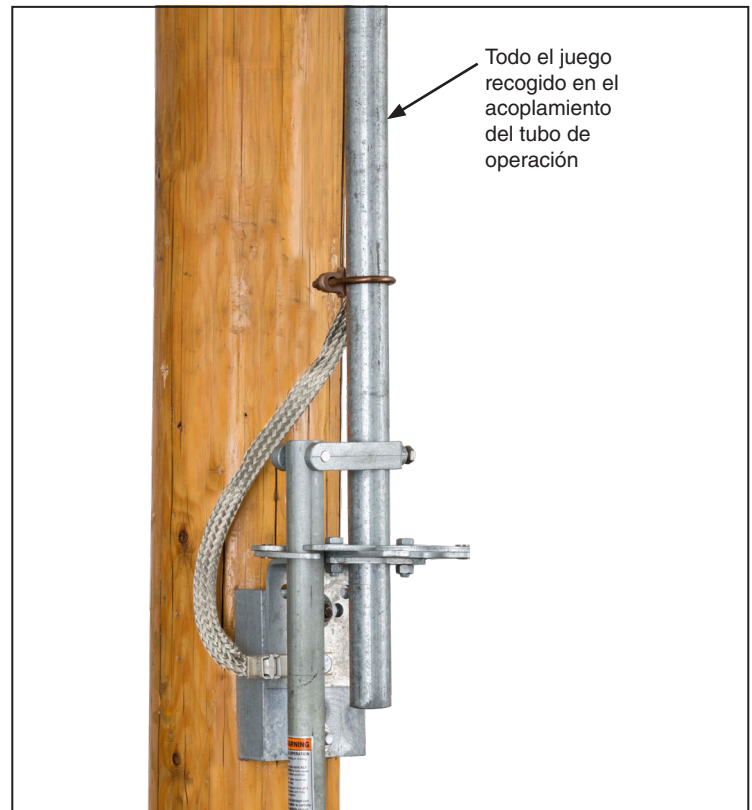

Figura 35. Verificación de la cuerda.
- (d) Empuje la palanca hacia la posición de tope cerrado. Será necesaria una fuerza significativa para asegurar la palanca en el tope cerrado. La palanca estará firmemente presionada contra la parte izquierda de la placa de tope cerrada. Esta presión sostendrá el enroscamiento en el tubo creando la cuerda deseada. Mueva la palanca a la posición de **Abierto** para verificar que se ajusta en la placa de tope abierta. Vea la Figura 35.